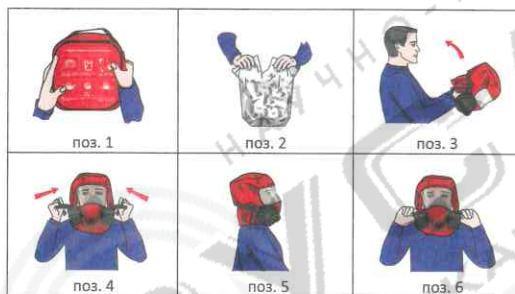

Рисунок 2 - Порядок применения ГДЗК «ГАРАНТ-2М»
7.2 Для правильного применения изделия внимательно изучить пиктограммы и надписи на сумке (рисунок 2, поз. 1).
7.3 Вскрыть сумку, достать ГДЗК «ГАРАНТ-2М» в герметичной упаковке, в месте надреза разорвать упаковку (рисунок 2, поз. 2), извлечь изделие. Сумку и герметичную упаковку выбросить.
7.4 Расправить капюшон, продеть обе ладони в отверстие эластичного обтюлятора и растянуть его (рисунок 2, поз. 3), надеть капюшон на голову. Длинные волосы рекомендуется заправить под капюшон.
7.6 Взять ремни регулируемого оголовья обеими руками и одновременно потянуть в стороны и назад (рисунок 2, поз. 4) до плотного прилегания полумаски к лицу.
7.7 В надетом ГДЗК «ГАРАНТ-2М» (рисунок 2, поз. 5) дышать спокойно, без паники покинуть опасную зону, стараясь двигаться в направлении, противоположном очагу возгорания.
7.8 После выхода из опасной зоны на чистый воздух, снять ГДЗК «ГАРАНТ-2М», для чего необходимо взять обеими руками за язычки пряжек (рисунок 2, поз. 6) и потянуть вниз до полного ослабления.